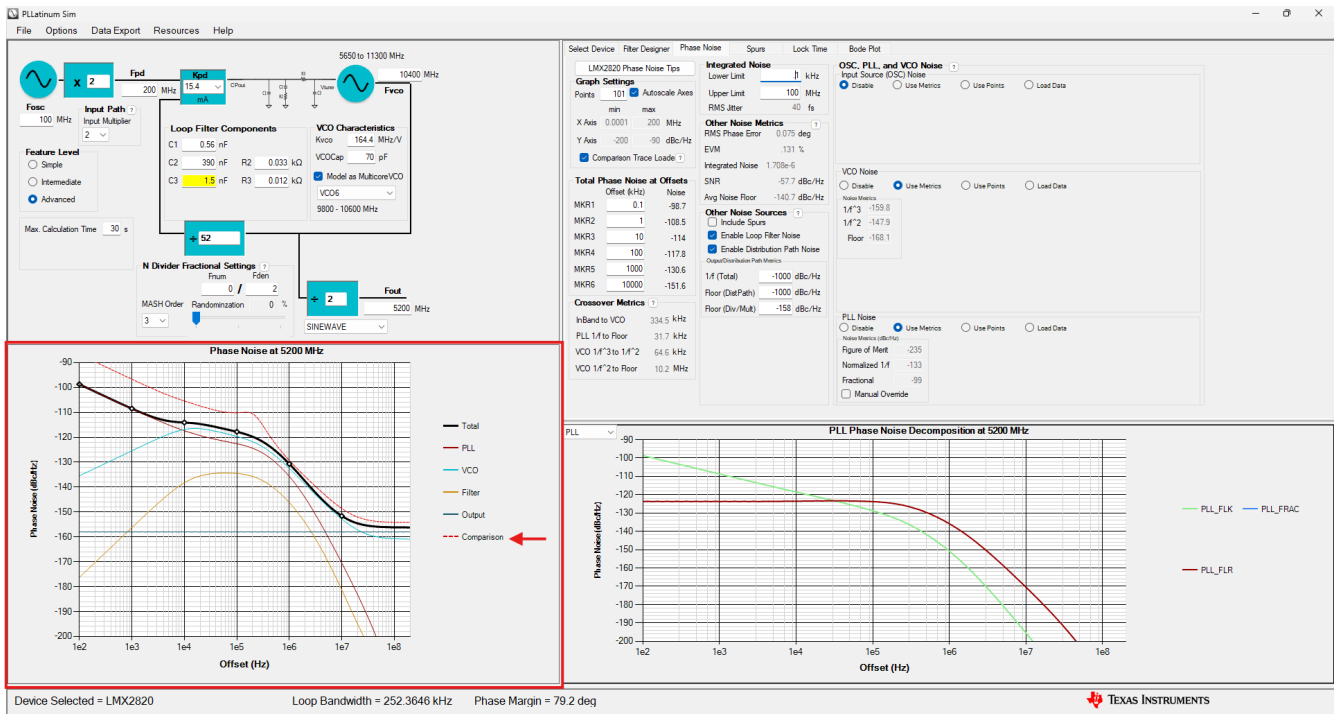

図 11-2. PLLatinum Sim パターンの比較
3. ポップアップが表示されたら、コンバータの位相ノイズ曲線があるファイル フォルダに移動し、そのファイルを選択します。図 11-2 に示すように、コンバータの位相ノイズ曲線は、PLLatinum Sim の左下プロットに表示され、「Comparison」(比較) とラベル付けされており、赤色の破線で表示されています。